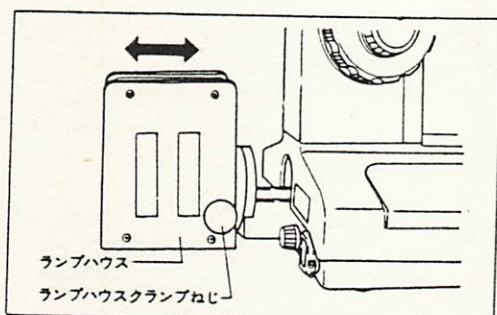

図4
- 7) 開口絞りを閉じて、ランプハウスクランプねじを緩めて、ランプハウスを前後させ(図4)、開口絞り面にフィラメント像を結像させます。結像の状態は、NDフィルタからの反射で開口絞り面を見ながら行います。